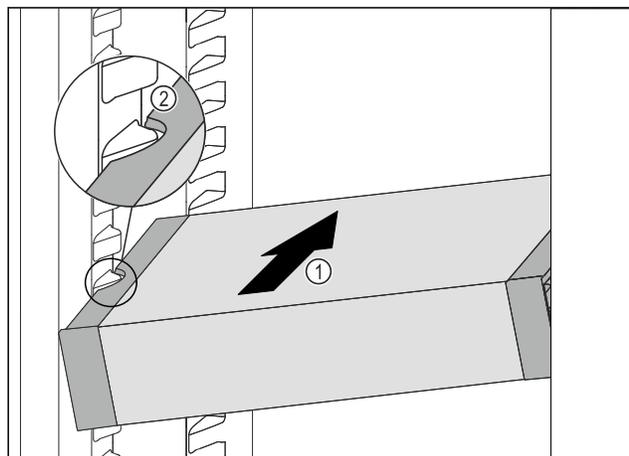

Fig. 90
- Insérer le VarioSafe en biais dans la partie réfrigérateur Fig. 90 (1) jusqu'à ce que les encoches latérales Fig. 90 (2) du VarioSafe se trouvent à la hauteur de la nervure du bac dans la partie réfrigérateur.